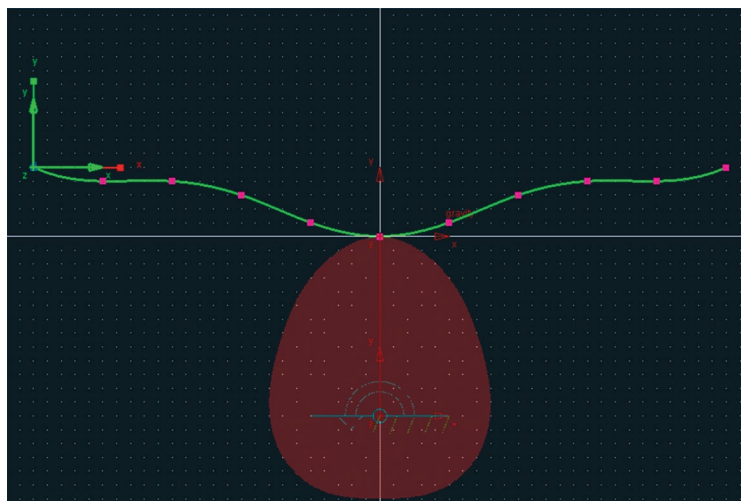

Figura 3.9 – *Spline* construída.
- Com o botão esquerdo do mouse, clique nas coordenadas descritas na Tabela 3.2. Ressalta-se novamente que a coordenada em z é nula. Para finalizar a construção da curva, após selecionar o último ponto, clique com o botão direito do mouse. A Figura 3.9 ilustra a curva resultante (em verde).